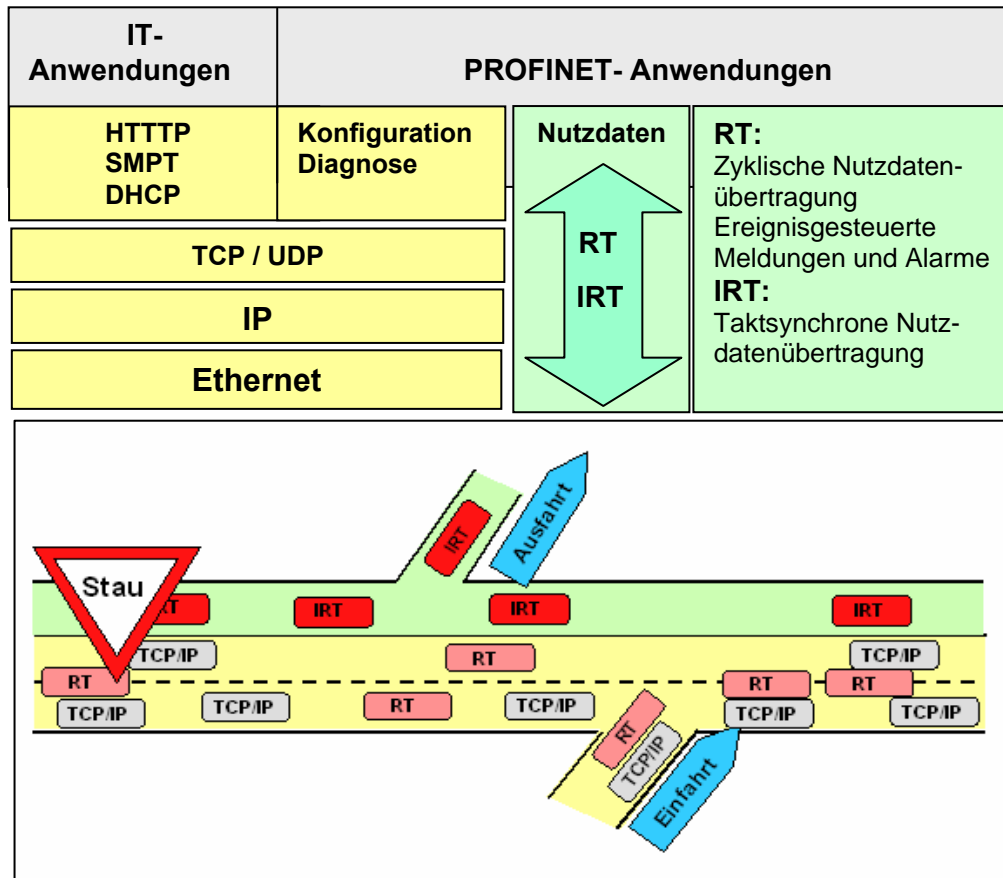

Bild 85: Bildhafte Erläuterung der Prinzipien RT und IRT im System Profinet
Deshalb entwickelte die Organisation Profibus International (in Deutschland Profibus Nutzerorganisation e.V (PNO)) für das neue industrielle Kommunikationssystem Profinet das Real-Time-Ethernet (RT) und weiter das noch schnellere Isochrone Real-Time-Ethernet (IRT). In einer der Weiterbildungsveranstaltungen „5-7“ der Siemens AG wurden diese Begriffe sehr bildhaft am Beispiel einer Datenautobahn verdeutlicht (**Bild 85**):
Bild 85 zeigt, welche Applikationen über welche Datenbahnen und welche Protokolle realisiert werden. IT-Funktionen, die Konfiguration und Diagnoseaufgaben werden über das „normale Ethernet“ abgewickelt. Es wird deutlich, daß „Echtzeit-Ethernet“ an den Protokoll-Schichten 1-4 (Ethernet-IP-TCP bzw. UDP) vorbei realisiert wird. Faktisch werden diese Schichten, die das Ethernet TCP/IP ursprünglich charakterisieren, dann außer Kraft gesetzt.